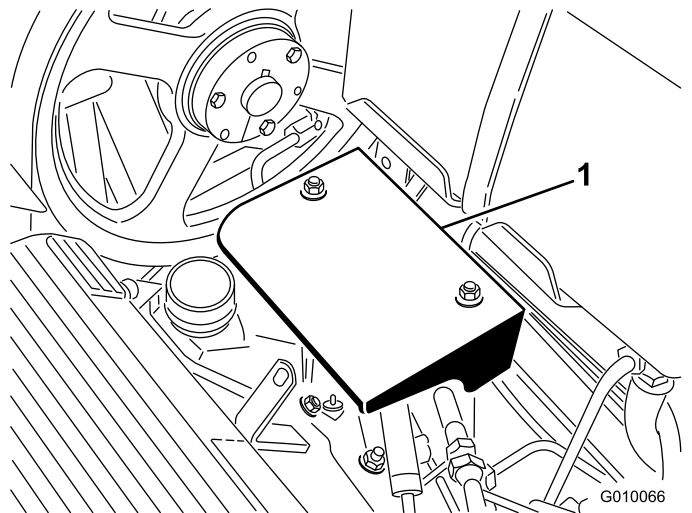

Bild 57
3. Entfernen Sie die beiden Befestigungsmuttern des Pumpenschutzblechs und nehmen Sie das Schutzblech ab (Bild 57).